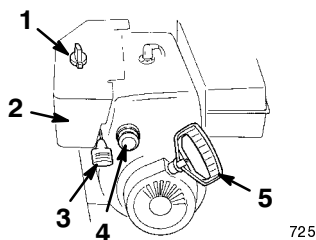

Figure 15
- **Starter** (Fig. 15)—Pour mettre en marche un moteur froid, tournez la commande de starter en position Maxi (Full). A mesure que le moteur se réchauffe, tournez progressivement le starter à la position *Off* (hors service).
- **Clé de contact** (Fig. 15)—Insérez la clé dans le commutateur d'allumage avant de mettre le moteur en marche. Pour couper le moteur, retirez la clé de contact.
- **Commande d'accélérateur** (Fig. 15)—Déplacez la manette vers le haut pour augmenter le régime du moteur, ou vers le bas pour le réduire.
- **Amorceur** (Fig. 15)—Appuyez sur l'amorceur pour envoyer une petite quantité d'essence dans le moteur afin de faciliter le démarrage par temps froid.
- **Lanceur** (Fig. 15)—Tirez la poignée pour faire démarrer le moteur.
2. Retirez la clé de contact du commutateur d'allumage (Fig. 15).
3. Enlevez le bouton de starter (Fig. 15).
1. Réglez la manette d'accélérateur sur *rapide* (Fig. 15).
- Tournez le starter en position *On* (en service) (Fig. 15).
- Insérez la clé de contact (Fig. 15).
- Couvrez l'orifice central de l'amorceur (Fig. 15) avec le pouce et appuyez lentement sur l'amorceur à trois reprises, en marquant une pause à chaque fois.
- Prenez la poignée du lanceur (Fig. 15) et tirez-la lentement jusqu'à ce que vous sentiez une résistance, puis tirez vigoureusement pour lancer le moteur.
- Dès que le moteur a démarré, tournez le starter (Fig. 15) à la position 3/4. A mesure que le moteur se réchauffe, tournez le starter à la position 1/2. Quand le moteur est suffisamment chaud, tournez le starter à la position "Off" (hors service).